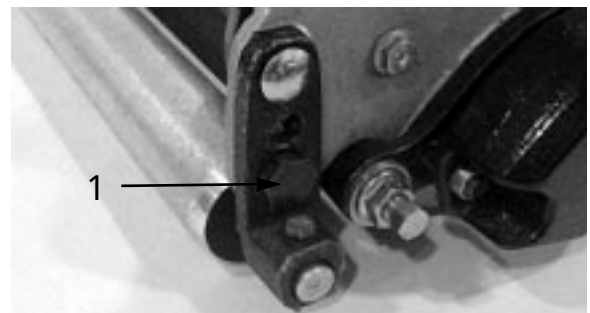

図 15
- 5 . カuttingユニットとローラを上からしっかり押しつけた状態で、右下ローラ取り付けボルト（図 15）を回す。このボルトは偏芯ボルトなので回転させるとローラの高さが変わる。ボルトには、ローラの右端が移動方向を示す印が打ってある。図 15 のように、ボルトの円弧の後ろ半分で調整するのが正しい。